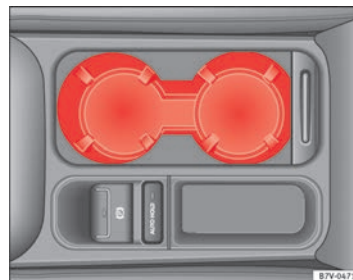

Fig. 116 Consola central delantera: portabebidas.
- Para *abrir*, desplazar la cubierta hacia atrás ⇒ fig. 116.